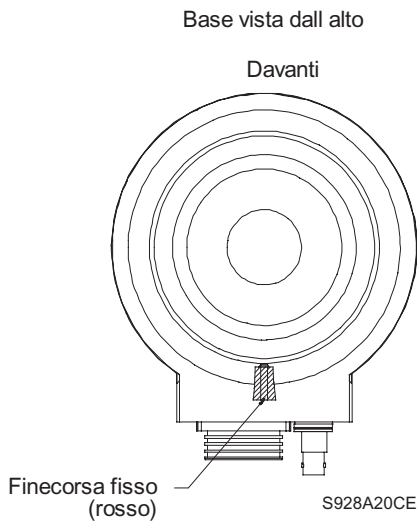

Figura 4: panoramica massima automatica/manuale (Modelli a 345°)
I finecorsa di panoramica fissano i limiti per la panoramica manuale. I due (2) finecorsa regolabili possono essere riposizionati o rimossi a seconda del funzionamento richiesto. La loro disposizione per il massimo campo di panoramica è illustrata in **Figura 4**.